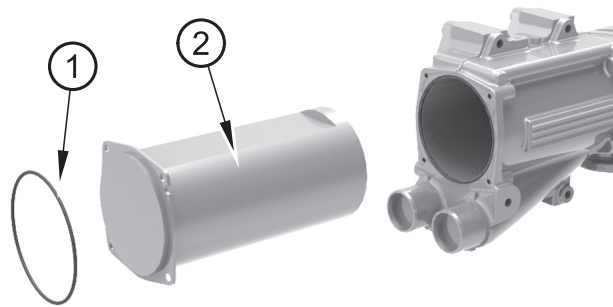

Figura 19
1. Retire la junta tórica (figura 19, elemento 1) y el conducto de salida (elemento 2).